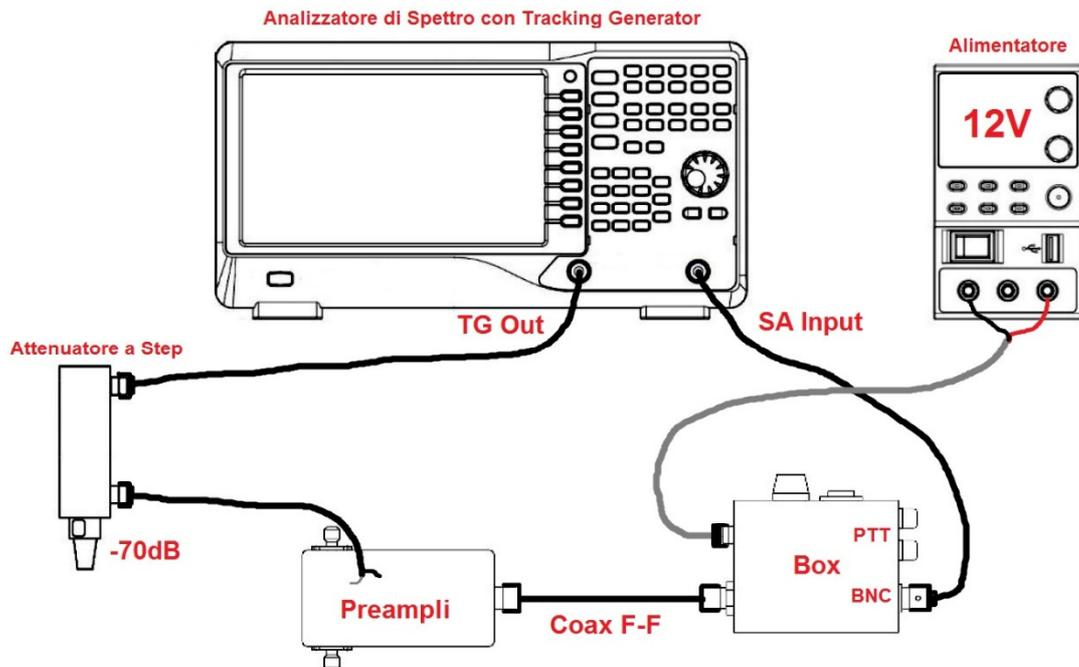

Figura 13: Setup di misura
Prima d'inscatolare il preamplificatore e montare il trasformatore T1 (che fa parte dell'antenna) è bene controllare le prestazioni del preamplificatore con l'analizzatore di spettro (SA) dotato di tracking generator (TG) ed un attenuatore a step in grado d'attenuare almeno -70dB, con passi da 10dB. Per fare ciò è necessario saldare tra l'uscita del trasformatore T1 ed il punto di massa, appositamente piazzato nelle vicinanze, un cavetto coassiale RG316 dotato di connettore da inserire nell'attenuatore a step. La stessa cosa deve essere fatta all'uscita con un coassiale 75 Ohm intestato con un connettore F. Se l'avete già inscatolato, staccate il reoforo di T1 che va al pin 3 del relè K1 e collegate il cavetto RG316 nella stessa piazzola del reoforo staccato e la massa. Fatto ciò alimentate il circuito con l'apposito Box. Controllate l'assorbimento in modo che sia intorno agli 82mA e che non vi siano sorprese o fumate di componenti. Se è tutto OK collegate il preamplificatore all'SA, impostate la frequenza di start a 1 MHz e quella di stop a 30MHz. Normalizzate la traccia del TG e poi inserite l'attenuatore a step; come schematizzato in figura 13.